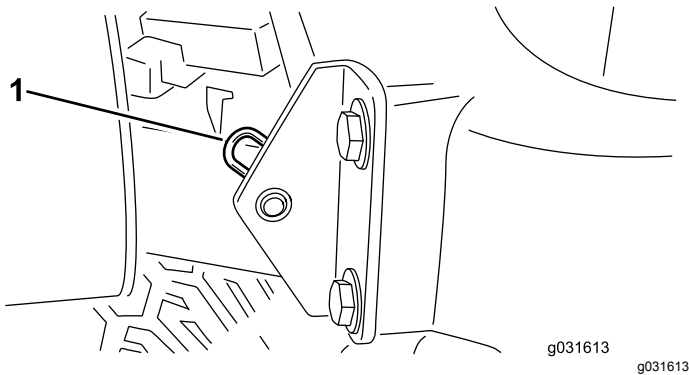

Figura 74
- Retire el pasador que fija el pivote del capó a los soportes (Figura 74).